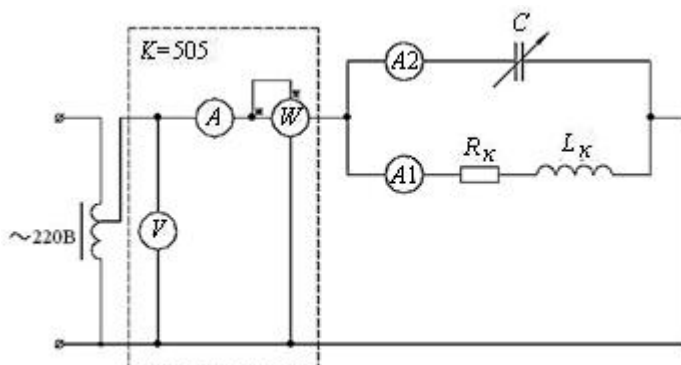

Рисунок 5.3 – Схема для исследования резонанса токов
5.3.3 Исследовать резонанс при параллельном соединении R , L , C (резонанс токов), изменяя ёмкость конденсаторов в цепи (рисунок 5.3).